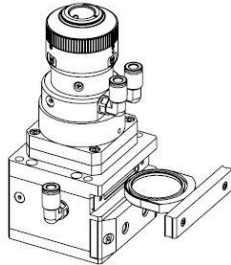

图 6.3 — 取出准直保护镜
- 用 2.5mm 的内六角扳手拧开准直保护镜组件的锁紧螺钉（如图 6.3 所示）；